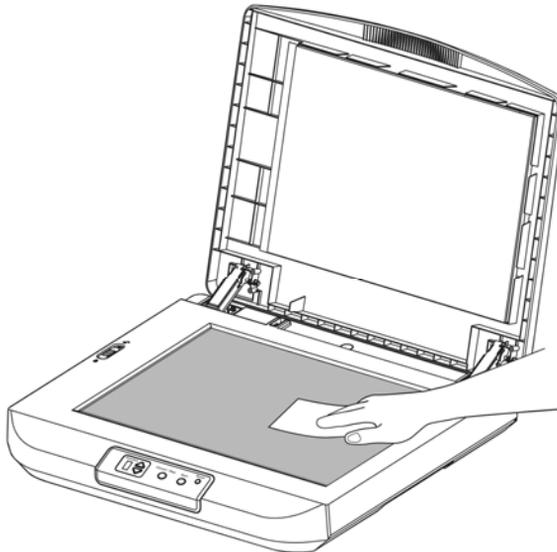

Figura 6-1 La pulizia dell'area
- 2) Aprire il coperchio documenti come mostrato nella Figura 6-1. Pulire il vetro del documento.